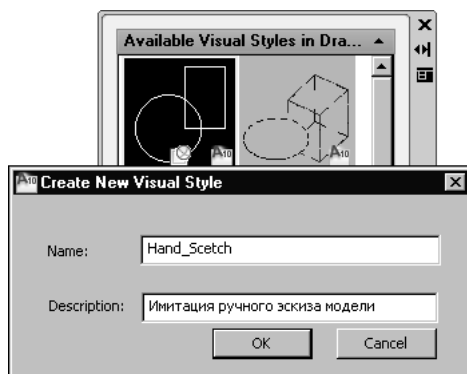

Рис. 12.11. Присвоение имени новому визуальному стилю
3. В появившемся диалоговом окне **Create New Visual Style** (Создать новый визуальный стиль) присвойте имя **Hand_Scetch** создаваемому стилю и введите его описание в поле **Description** (Описание) (рис. 12.11).